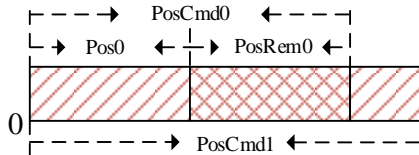

图 12.15 绝对位置指令运行示意图
③绝对位置指令以相对于绝对零点 ( $Pn296$  和  $Pn297$  设定) 的位置值为参考点。如图 12.15 所示，第一段位置指令设定值为  $PosCmd0$ ，运行了  $Pos0$  的脉冲后，插入第二段绝对位置指令  $PosCmd1$ ，则第二段位置指令运行的总脉冲数，为  $PosCmd1 - Pos0$ ，最终运行位置值为  $PosCmd1$ 。